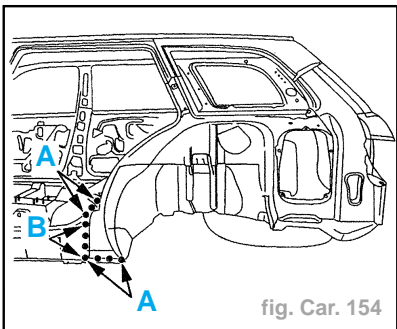

fig. Car. 154
- Souder par points électriques (suivant **A**) (avec l'équipement AA1) (fig. Car. 154).